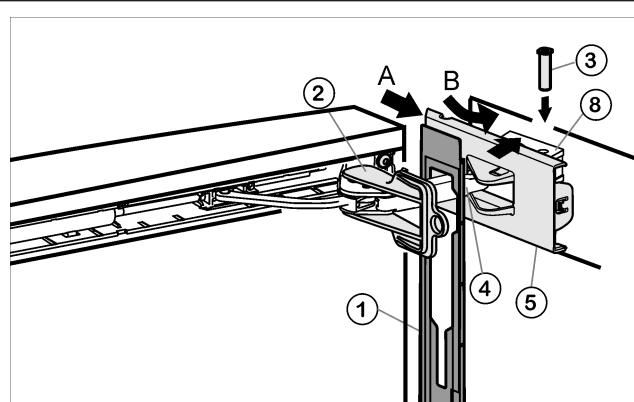

Fig. 17
- ▶ Pousser le cache *Fig. 17* (5) depuis l'extérieur (A) et le faire pivoter au-dessus de l'élément pivotant *Fig. 17* (8) (B).
- ▶ Poser le cache *Fig. 17* (5) et l'encliquer jusqu'au premier enclenchement.
- ▶ Tirer l'étrier de l'amortisseur *Fig. 17* (4) vers l'élément pivotant et enfoncez à nouveau le pivot *Fig. 17* (3) à partir du haut, de telle sorte à ce que le carré repose dans l'évidement.
- ▶ Bloquer maintenant le cache *Fig. 17* (5) complètement sur l'élément pivotant *Fig. 17* (8).
- ▶ Retirer le dispositif d'arrêt *Fig. 17* (2) en le tournant.
- ▶ Faire encliquer le panneau *Fig. 17* (1) à la porte.
- ▶ Accrocher le panneau *Fig. 17* (1) sur l'étrier de l'amortisseur *Fig. 17* (4), de telle sorte à ce que l'ergot d'encliquetage pointe vers l'intérieur et la face avant de l'appareil.